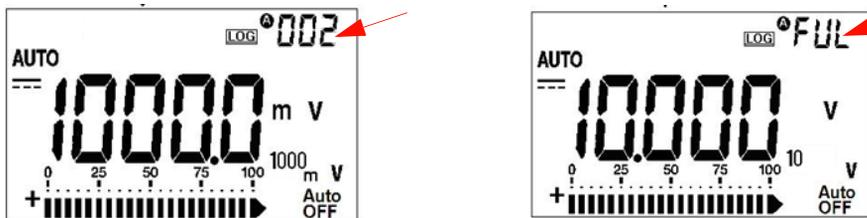

图 2-2 间隔记录显示屏
- 2 读数将按照在“设置”模式中预先设置的每个间隔自动记录到存储器中，请参阅图 2-2。